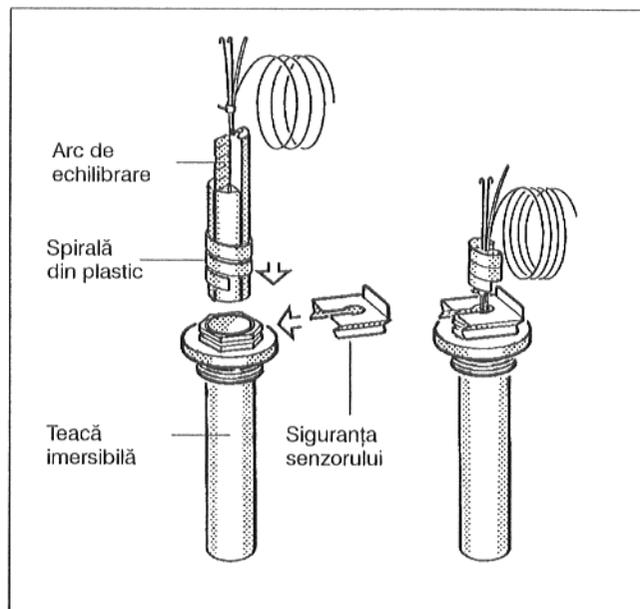

Fig. 17: Teacă imersibilă și senzor de temperatură
- Se introduce senzorul de temperatură în teacă imersibilă până la opritor. Spirala din plastic se trage automat înapoi. Arcul de echilibru trebuie și el împins în teacă imersibilă (Fig.17).
- Se apasă siguranța senzorului livrat cu aparatul de reglare lateral sau de sus pe capul tecii imersibile (Fig.17).